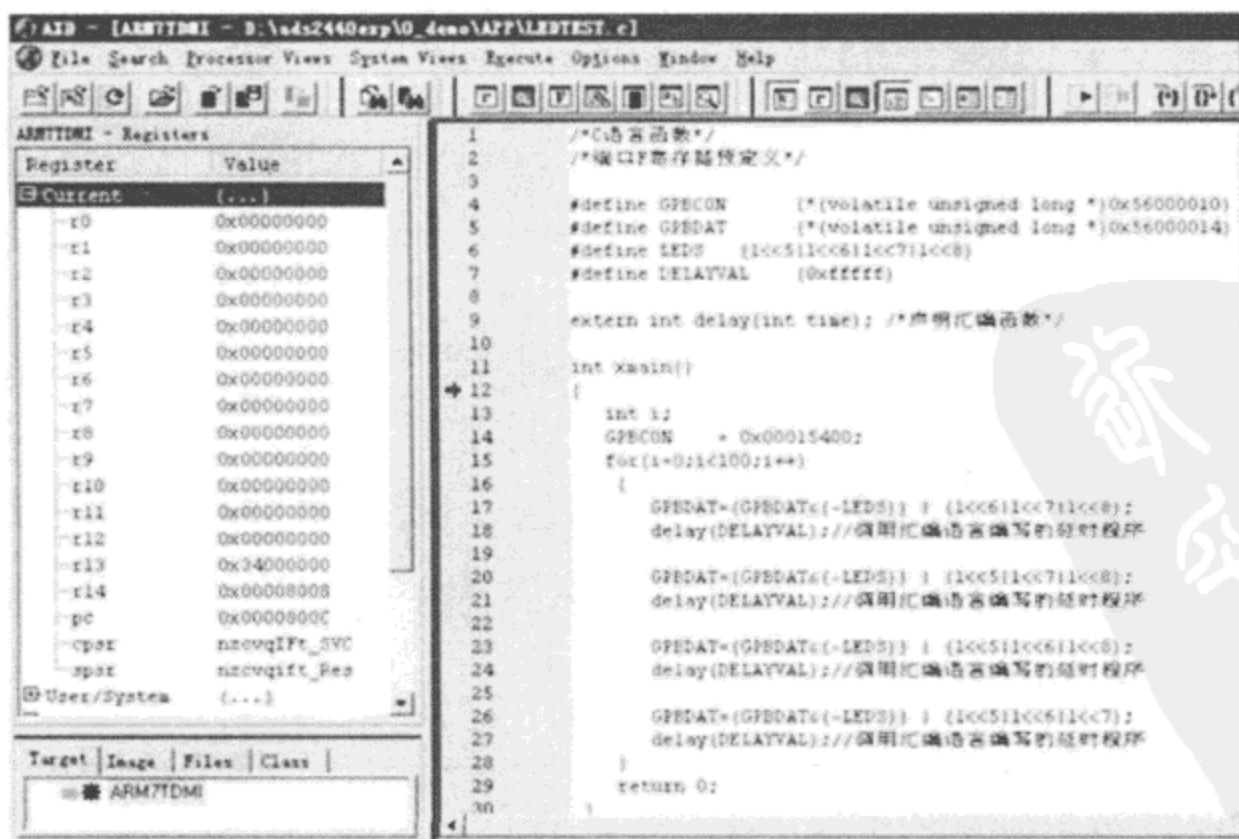

图 1-28 单步跟踪进入子程序
(6) 单击 Execute→step-in,可以单步跟踪进入子程序,如图 1-28 所示。